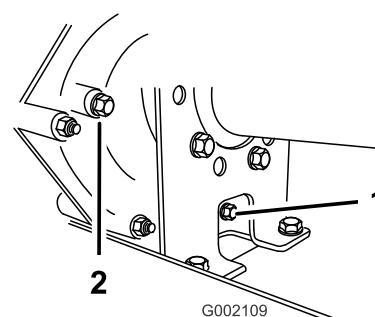
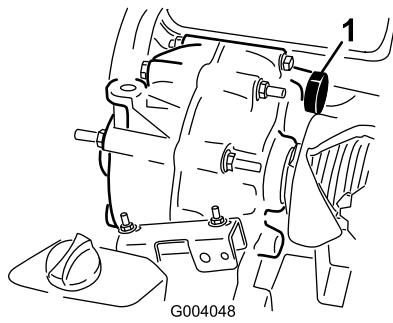

Figura 46
Figura 47
1. Limpe a área em torno do tampão de enchimento com um trapo (Figura 46).
2. Retire o tampão de enchimento rodando-o para a esquerda (Figura 46).
3. Verifique o nível do óleo da transmissão, observando pelo orifício para o tampão de enchimento (Figura 46).
5. Coloque e aperte o tampão de enchimento e a junta no orifício do tampão de enchimento da transmissão (Figura 46).
1. Limpe a área em torno dos tampões de enchimento e escoamento com um trapo (Figura 46).
3. Retire o tampão de enchimento rodando-o para a esquerda (Figura 46).
4. Retire o tampão de escoamento rodando-o para a esquerda (Figura 46).
5. Coloque e aperte o tampão de escoamento e a junta no orifício do tampão de escoamento da transmissão (Figura 46).
6. Encha o reservatório (Figura 47) através do orifício do tampão de enchimento com aproximadamente 1,4 litros do óleo especificado ou até o nível de óleo na transmissão estar alinhado com a parte inferior das estriadas (Figura 46).
7. Coloque a aperte o tampão de enchimento e a junta no orifício do tampão de enchimento da transmissão (Figura 46).
9. Verifique o nível de óleo e adicione mais óleo, se o nível estiver abaixo das estrias do orifício do tampão de enchimento (Figura 46).